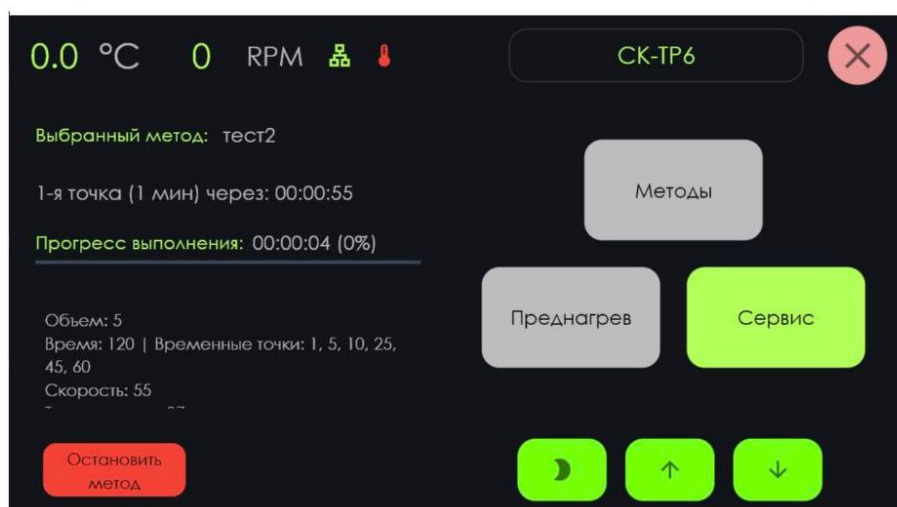

Рисунок 21 – Выполнение метода исследования
После того как подготовка завершится, начнется таймер исследования (рисунок 21). Во избежание ошибки во время выполнения метода кнопки «Преднагрев» и «Методы» блокируются.
- методы (см. стр. 14, рисунок 21)
- преднагрев (см. стр. 14, рисунок 21)